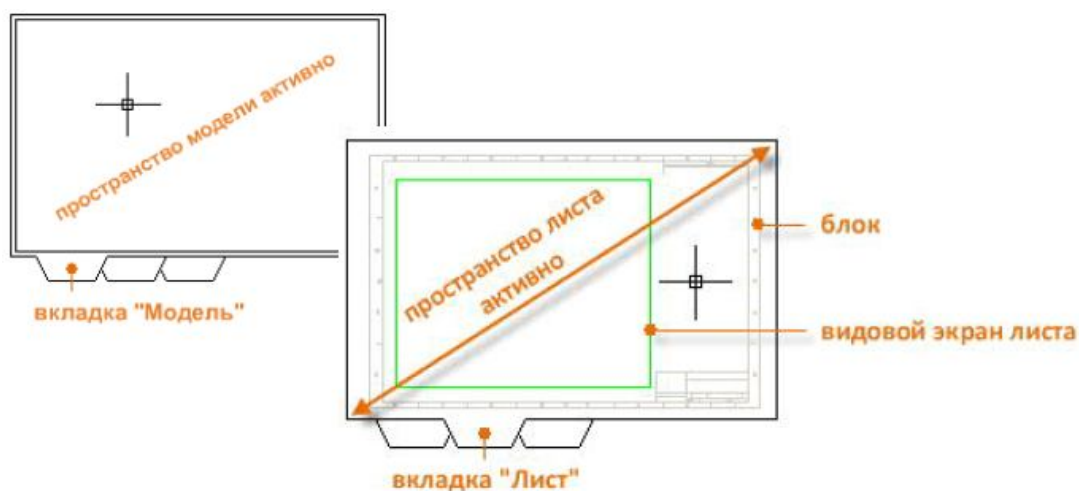

Рисунок 8.12 – Простір моделі та простір аркуша
12. Налаштувати видовий екран, задавши масштаб креслення 1:1 і розмістивши видовий екран у межах рамки креслення (рис. 8.12).